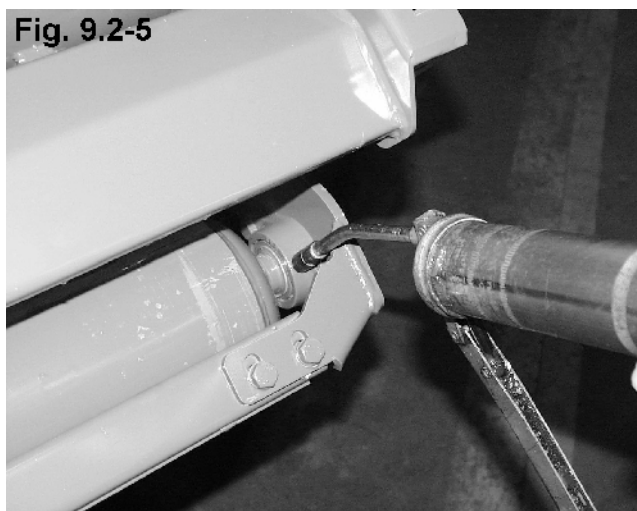

Fig. 9.2-5
- Lagringen av støttevalsen (Fig. 9.2-5)